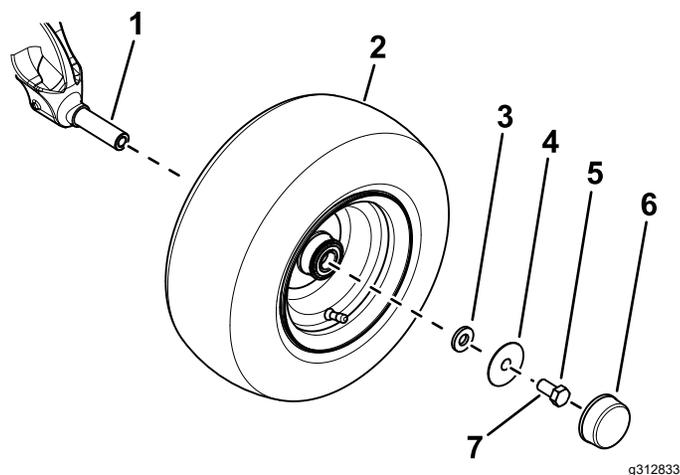

Рисунок 3
- Используйте малую шайбу, большую шайбу, болт ($\frac{5}{8}$ x $1\frac{1}{4}$ дюйма) для крепления колеса к шпинделю моста (Рисунок 3).
D. Установите пылезащитный колпачок на колесо (Рисунок 3).